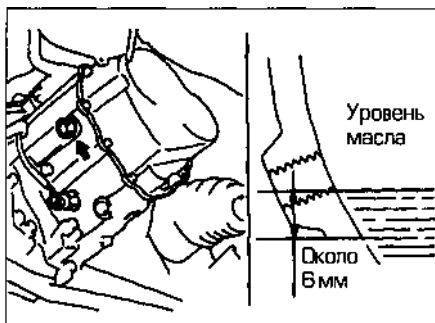

Рис. 15.2. Заливное и контрольное отверстие с пробкой (показано стрелкой)
- 2 Для проверки уровня и заполнения трансмиссии маслом выверните пробку из заливного отверстия (см. рис. 15.2).